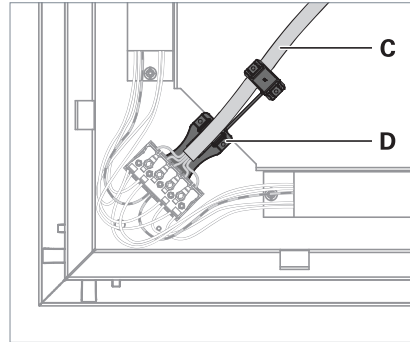

Fig. 6: Montare il serracavi.
- ▶ Fissare il cavo di collegamento C con il serracavi D, vedi Fig. 6.